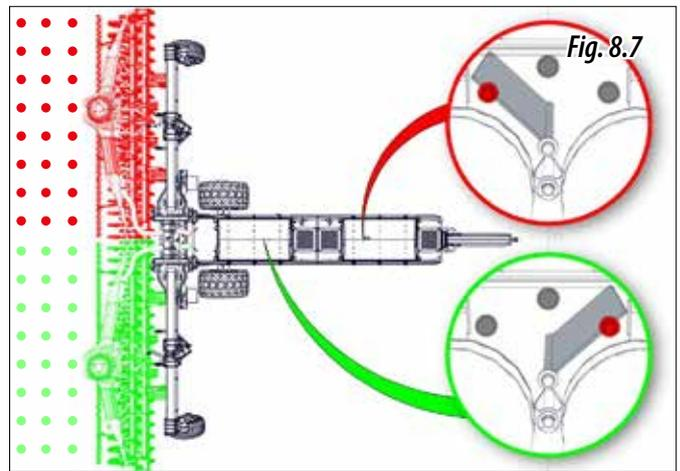

Fig. 8.7
- **SEMILLA/SEMILLA** (Fig. 8.7).